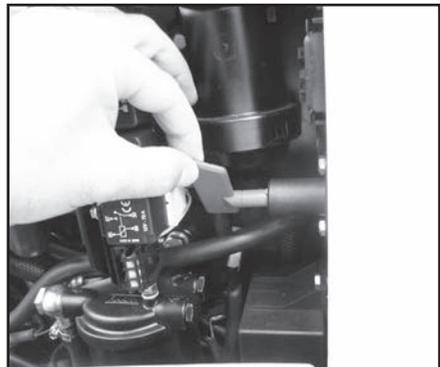

Abb. 5.11
- Dreht man den Schalter noch weiter entgegen dem Uhrzeigersinn, so rastet er aus und kann herausgenommen werden (Abb. 5.11).